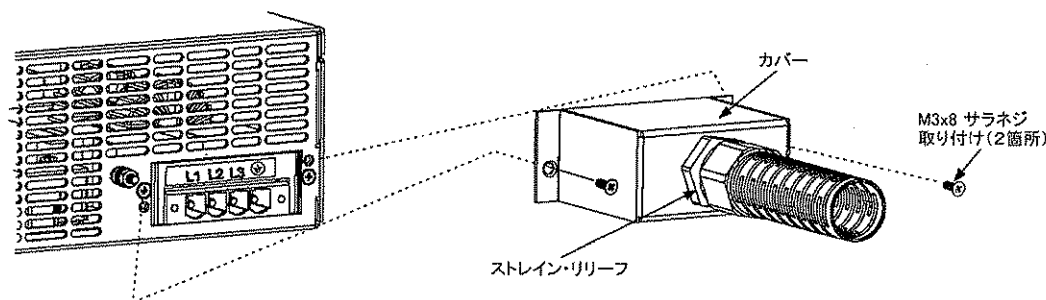

図 3-4 AC 入力カバーの取り付け
6. 挟み込みのないように、入力ケーブルをカバー内に納めてください。添付の M3x8 サラネジでカバーを電源に固定します（締め付けトルク：0.5～0.6N・m / 5.1～6.1 kgf・cm）。詳細は図 3-4 を参照下さい。